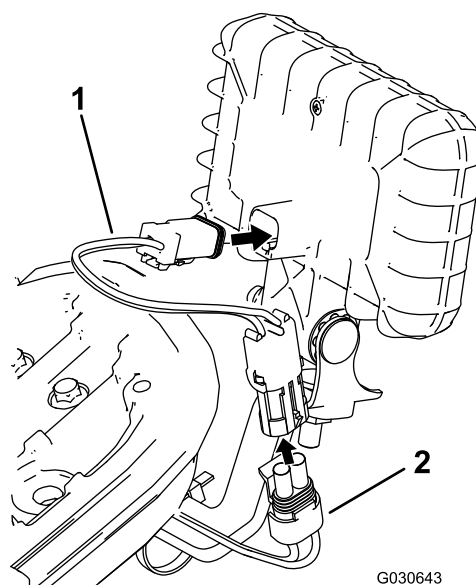

Figura 3
6. Conecte el arnés de cables del kit a la lámpara LED (Figura 3).
7. Conecte el arnés de cables del kit al arnés de cables existente (Figura 3).